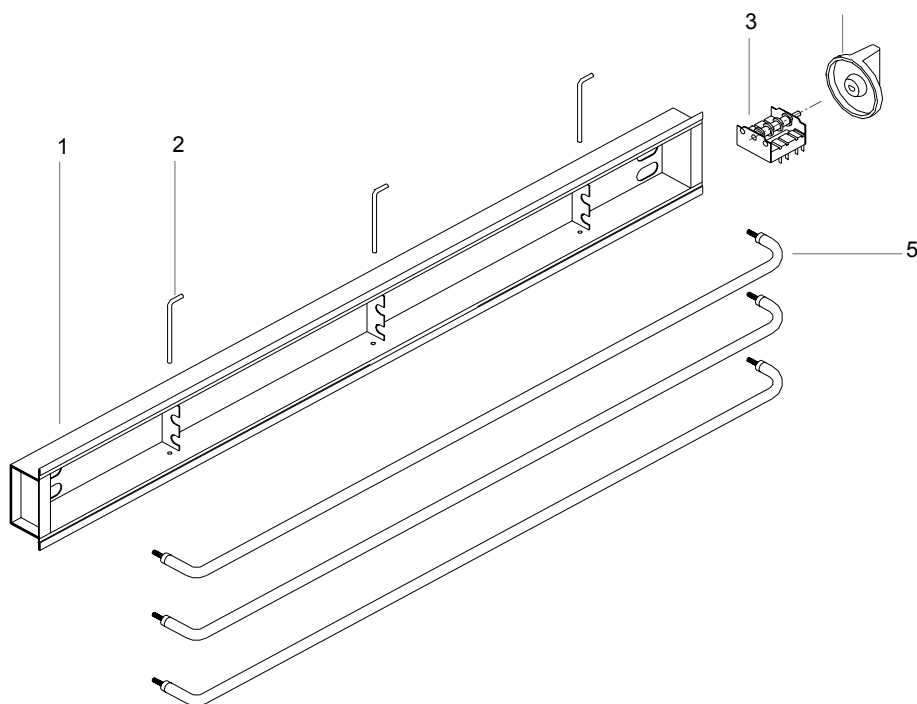

Fig.12
- Tirez vers le haut les baguettes (2) Fig. 12 et retirez les résistances (5) en tirant sur elles vers dehors.